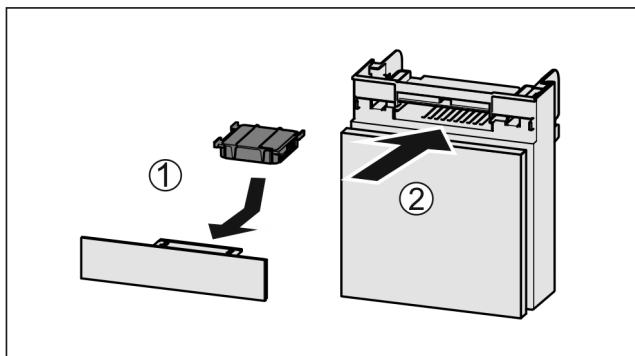

Fig. 139
- ▶ Вставити фільтр з активованого вугілля за малюнком Fig. 139 (1).
- ▶ Вставити відділення Fig. 139 (2).